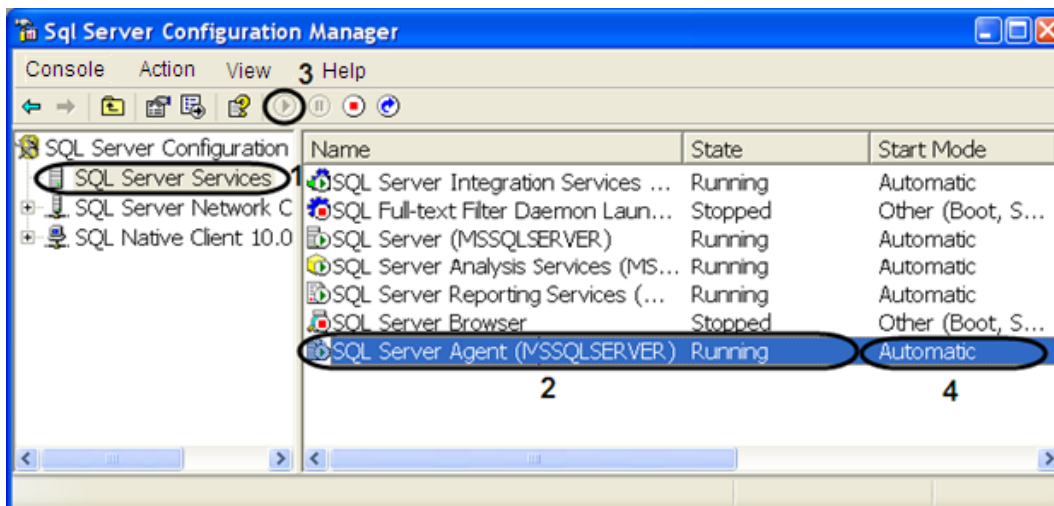

Fig. 9.3-1 Running the "Sql Server Agent"
2. The utility window «Sql Server Configuration Manager» will open in result (Fig. 9.3-1).
3. On the left part of the «Sql Server Configuration Manager» utility select the value «SQL Server Services» (Fig. 9.3-1, 1).
- 4.1. In case when the (MSSQLSERVER)» is run there will be «Running» value in the column «State» (Fig. 9.3-1, 2).
- 4.2. In case when the «Sql Server Agent (MSSQLSERVER)» is not run, run it by clicking the «Play» button on the upper control panel (Fig. 9.3-1, 3).
- 5.7. The parameter «Start Mode» was named as «Automatic» in result (Fig. 9.3-1, 4).